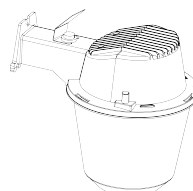

Fig. 10
Paso 5: Apriete el anillo roscado para sujetar el escudo de luz/reflector en su lugar (Fig. 10).